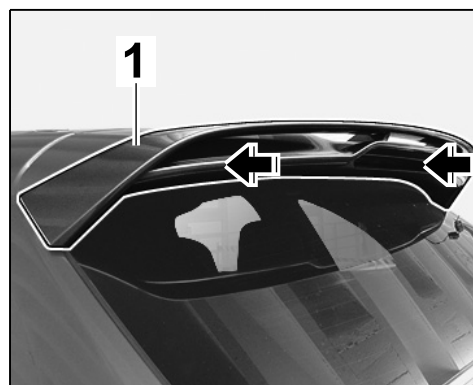

Рис. 36
- 10.4.4 Защелкнуть задний спойлер ⇒ *Рис. 36 -1-* на задней крышке, для чего нажимать на нижнюю часть заднего спойлера в направлении стрелки.